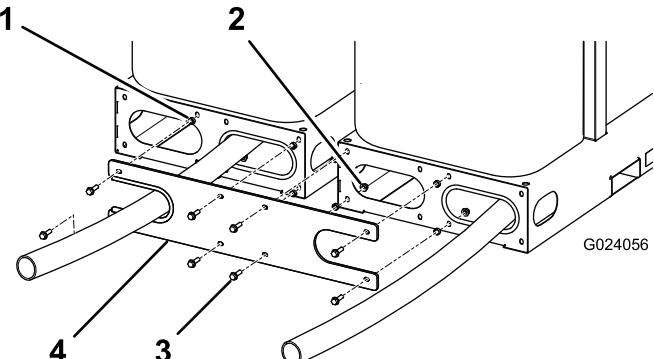
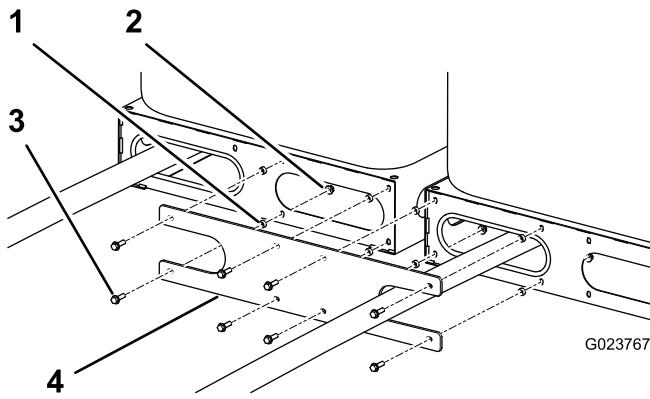

Figura 1
Figura 2
- Alinee los taladros de la placa de extremo con los taladros de la base de cada depósito, separando la placa de extremo de la base con un espaciador en cada taladro (Figura 1 y Figura 2).